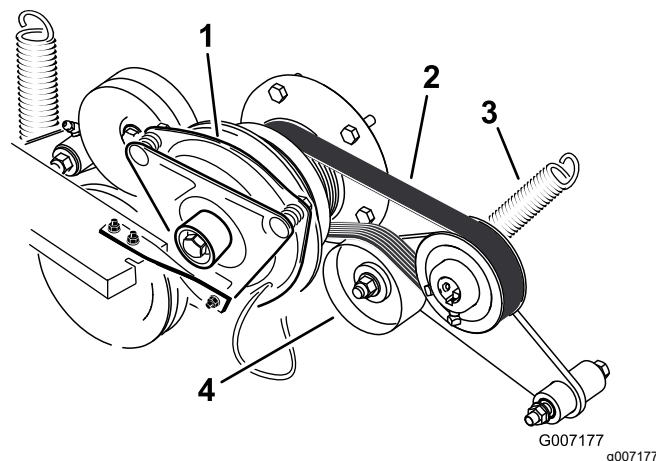

Figura 93
3. Togliete la molla di tensione dal braccio di rinvio (Figura 93).
4. Installate la nuova cinghia attorno al motore e alla puleggia della pompa idraulica (Figura 93).
6. Montate la molla sul braccio di rinvio (Figura 93).